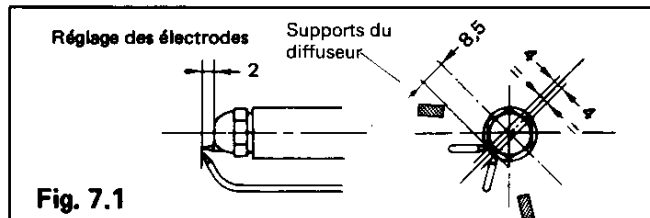

Fig. 7.1
REGLAGE DE SELECTRODES D'ALLUMAGE (fig. 7.1)
- Prendre soin au remontage du diffuseur d'air de bien disposer les supports (fig. 7.1) symétriquement par rapport aux électrodes.
Repérer les positions avant démontage. Retirer le diffuseur d'air et la tuyère, puis les brosser. Prendre soin au remontage du diffuseur d'air de bien disposer les supports de ce dernier symétriquement par rapport aux électrodes (fig. 7.1 ou 7.2).